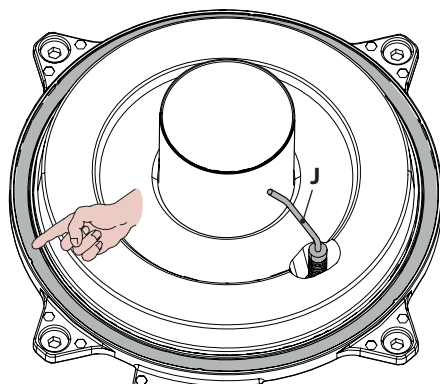

Figura 9.11
- La guarnizione in silicone della parete frontale della camera di combustione Figura 9.11 deve essere cambiata se deteriorata.
- L'elettrodo di accensione/rivelazione **J** in Figura 9.11 funge anche da sensore per il corretto scarico della condensa.